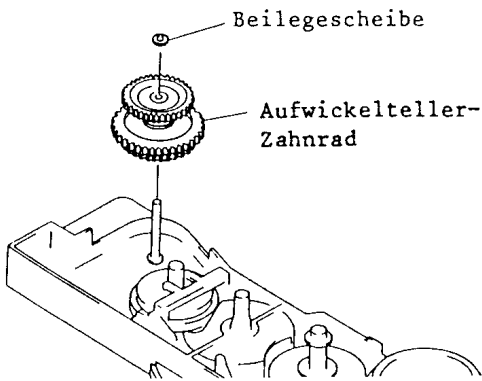

Abb. 7-31 Aufwickelteller-Zahnrad
31. Aufwickelteller-Zahnrad (Abb. 7-31)